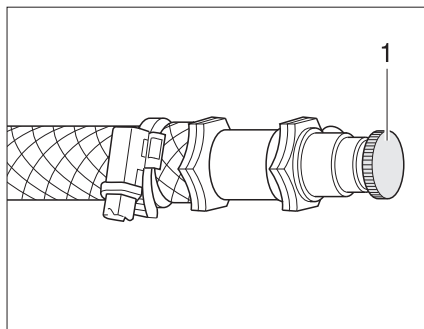

Fig. 172 Soupape de purge pour le chauffage à eau chaude
- Ouvrir la soupape de purge (Fig. 172,1) et la laisser ouverte, jusqu'à ce l'air soit complètement évacué du circuit.